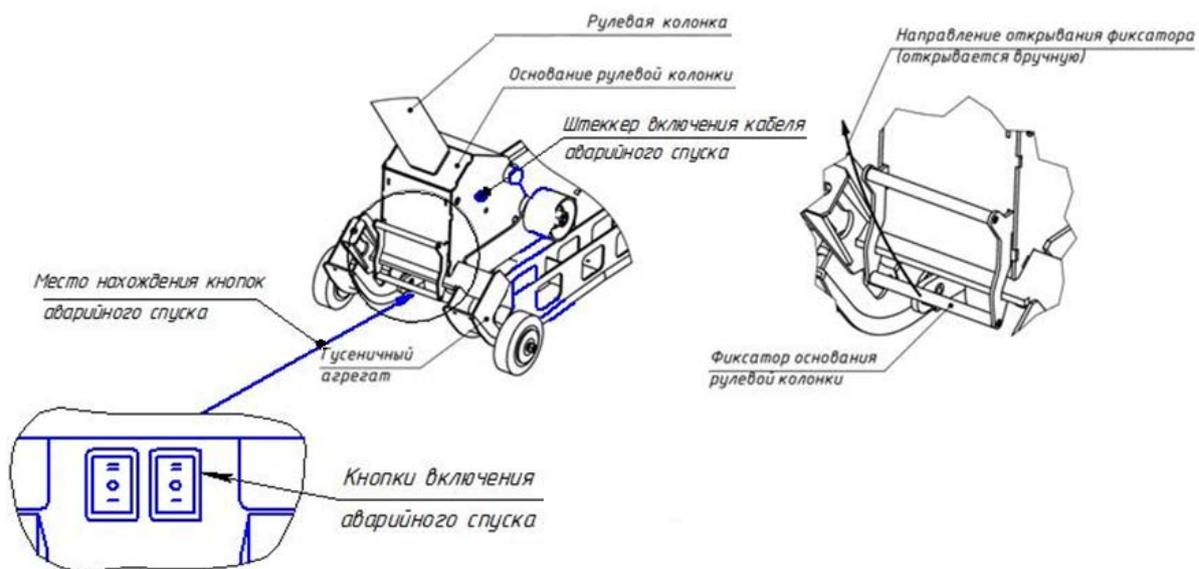

Рис. 9. Фиксирование основания рулевой колонки
- произвести освобождение от защелок рукой или носком ботинка поднятием защелок вверх (Рис.9);
Рис.9а. Кабель для аварийного спуска
- приложив небольшое усилие, отвести рулевую колонку движением на себя вниз, до зацепления рулевой колонки защелками (Рис.9);
- наклонить рулевую колонку (штурвал) вперед, предварительно освободив её от защелок, фиксирующих её относительно агрегата (Рис.9);
- освободить основание рулевой колонки от фиксирующих защелок, соединяющих его с гусеничным агрегатом (Рис.9);
- освобождение от защелок производить рукой или носком ботинка, поднятием защелок вверх (Рис.9);